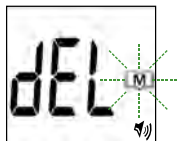

Figura 16
Si desea borrar TODA la memoria, presione el botón "M" durante cuatro (4) segundos. Consulte la figura 16. Aparecerá "- - -", lo que indica que se borró toda la memoria, y el medidor se apagará.